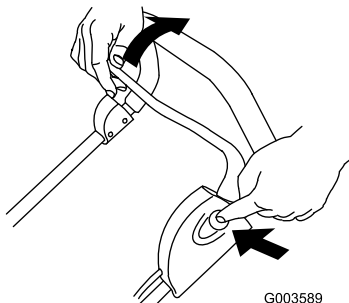

Figura 16
4. Apriete el botón y tire de la barra de control hacia el manillar (Figura 16).